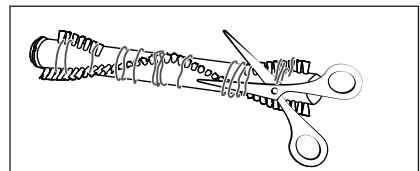

Fig. 26
- 4) Corte los hilos y pelos enganchados a lo largo de las cerdas del rodillo de cepillos ㉑ con unas tijeras (consulte la fig. 26). Retire los hilos y pelos del rodillo de cepillos ㉑.